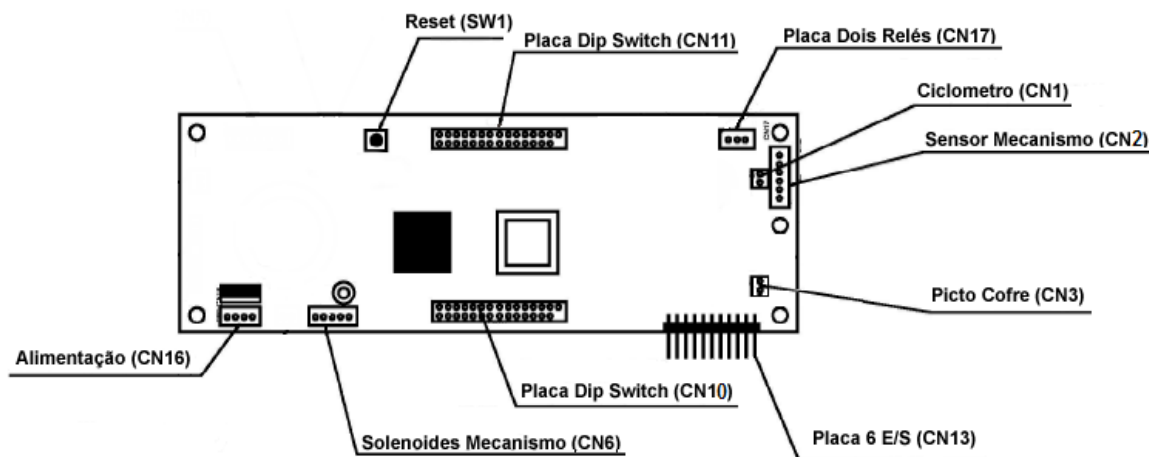

Figura 9: Diagrama Placa Lógica.
- La llave “1” configura el nivel lógico de accionamiento de la liberación del **Bloqueo**, tanto en el sentido antihorario cuanto en el sentido horario. Para posición en “ON” el accionamiento es hecho con señal en nivel lógico “alto” (arriba de 10 volts) y para posición “OFF” el accionamiento es hecho con señal en nivel lógico “bajo” (0 volts). Después de cada modificación de esta llave, es indicado resetear el **Bloqueo** (vea reset figura 9) evitando así que accione el modo de emergencia.